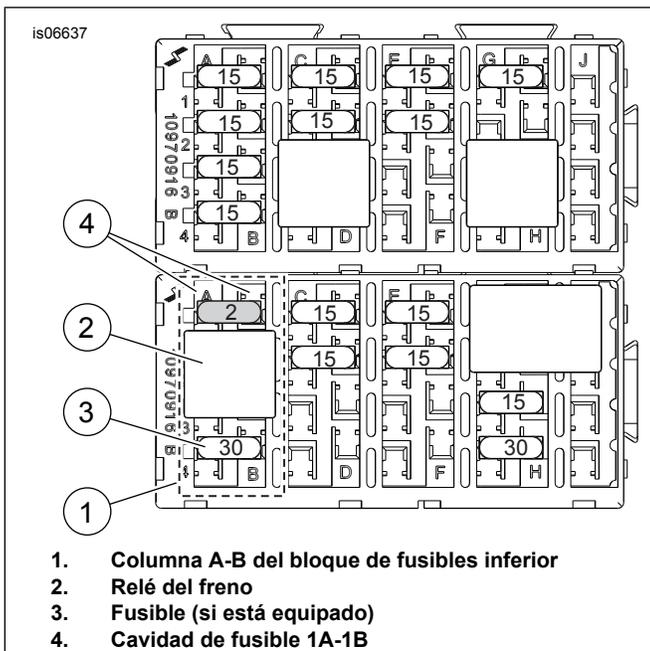

Figura 14. Cavidad del fusible P&A IGN (modelos Touring de 2008 y posteriores)
- Vea Figura 14. Ubique la cavidad de fusible 1A-1B (marcada "P&A IGN", "2A MAX" en la cubierta) en el bloque de fusibles inferior (1). Quite el relé del freno (2) y el fusible (3, si está equipado) instalados actualmente en la columna A-B, y tome nota de su ubicación.